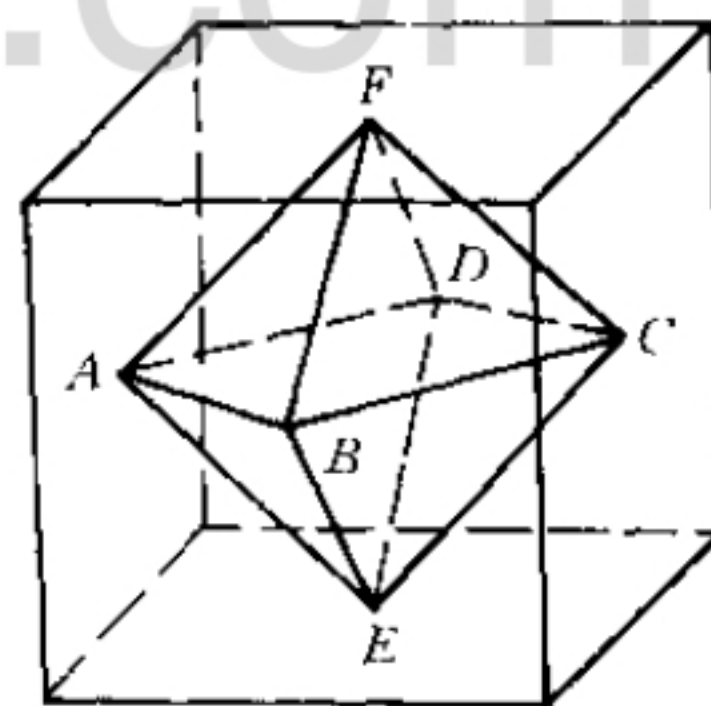

图 1-4 八面体中的晶面和晶向指数
**解** 八面体中的晶面和晶向指数如图 1-4 所示。图 1-4 中  $A, B, C, D, E, F$  为立方晶胞中 6 个表面的面心, 由它们构成的正八面体其表面和棱边两两互相平行。